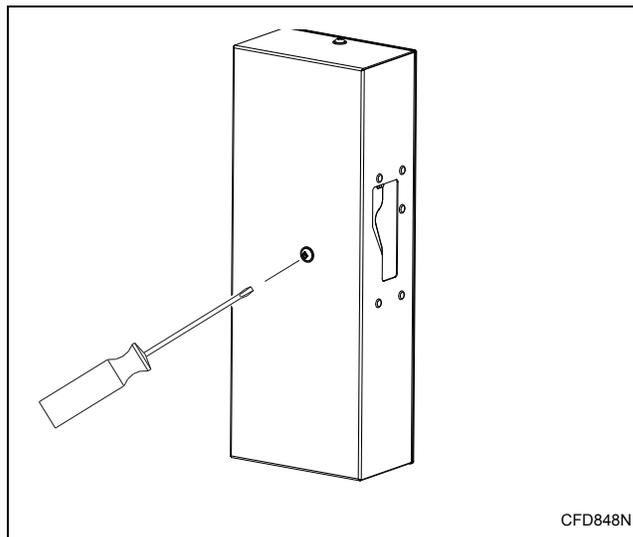

Figura 24
2. Svitare la vite nel coperchio della mascatura, *Figura 24*. Inserite il cacciavite nella fessura nel coperchio della mascatura e fate leggermente la pressione - spingete.